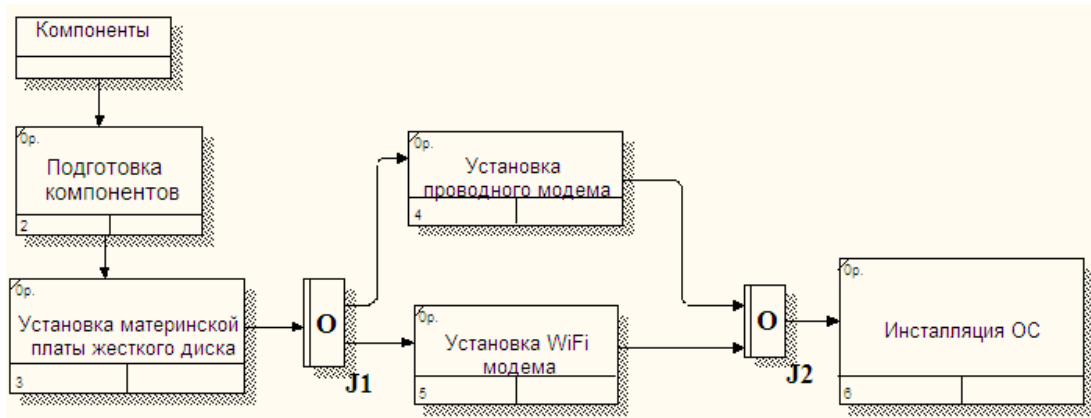

Рис. 0.47. Диаграмма IDEF3 после создания перекрестков
6. С помощью кнопки  на палитре инструментов внесите два перекрестка типа асинхронного "или" и свяжите работы с перекрестками, как показано на Рис. 0.47.